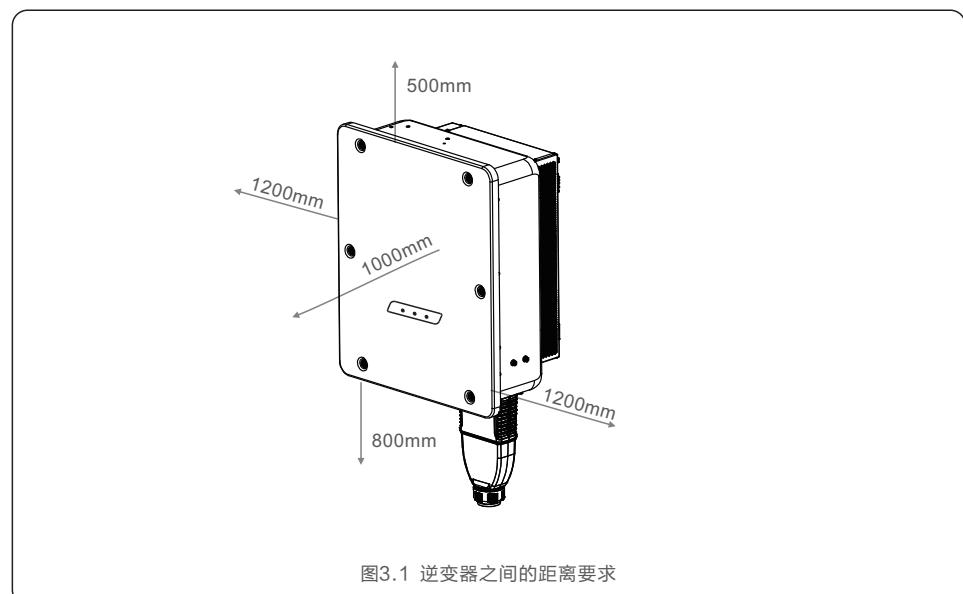

图3.1 逆变器之间的距离要求
- 如果现场安装了多台逆变器，则每台逆变器与所有其他安装设备之间应保持至少1200mm的间隙。逆变器底部至少应为800mm在地面或地板之上（见图3.1）。